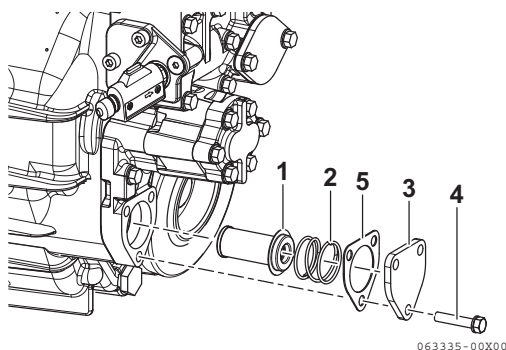

Figura 3
- (a) Remova a tampa lateral (**Figura 3, (3)**) e remova o crivo (**Figura 3, (1)**).
- (c) Segure o crivo no lugar com uma mola de bobina (**Figura 3, (2)**) e introduza na caixa. Instale um novo junta (**Figura 3, (5)**) na tampa lateral.